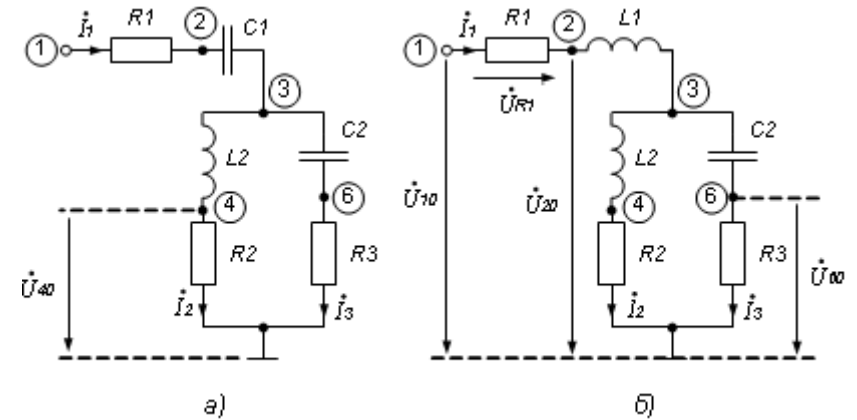
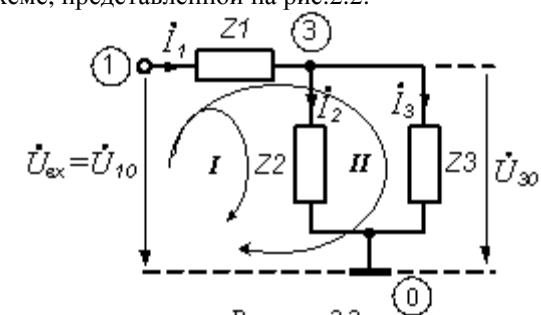

Рисунок 2.1
Рисунок 2.2
Схемы на рис. 2.1 с помощью эквивалентных преобразований можно привести к схеме, представленной на рис.2.2.
На рис. 2.2 сопротивления Z1, Z2, Z3 определяются как последовательное соединение двух элементов.
Исходя из вышесказанного для электрической цепи рис.2.2 узел 3 I-ый закон Кирхгофа будет выглядеть следующим образом:
Тогда для электрической цепи рис.2.2 II-ый закон Кирхгофа для первого контура будет выглядеть следующим образом:
2) Изобразить электрическую схему исследуемой цепи (рис.2.1 а,б). На схеме обозначить узлы, элементы цепи, произвести разметку токов ветвей, узловых напряжений и напряжений на элементах с указанием условно положительных направлений. Указать номер макета, частоту, номиналы элементов схемы;
2) вычислить значения сопротивлений Z_1 , Z_2 и Z_3 (рис.2.1), как последовательное соединение отдельных элементов. Занести полученные результаты в таблицу 3.1, как в алгебраической, так и показательной форме;
3) в соответствии с выражением (2.4) вычислить сопротивление Z_{23} как параллельное соединение элементов Z_2 и Z_3 (рис.2.2). Занести полученный результат в табл.3.1;
7) по закону Ома (2.5) вычислить токи \dot{I}_2 и \dot{I}_3 (см. рис. 2.2). Значения токов занести в табл.3.2 «расчет» и проверить выполнение первого закона Кирхгофа, построив векторную диаграмму токов в масштабе 0,5 мА/см